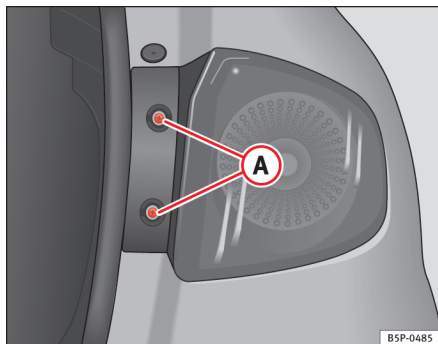

Fig. 192 Posi-
- Skru skruerne ⇒ fig. 192 **A** ud.